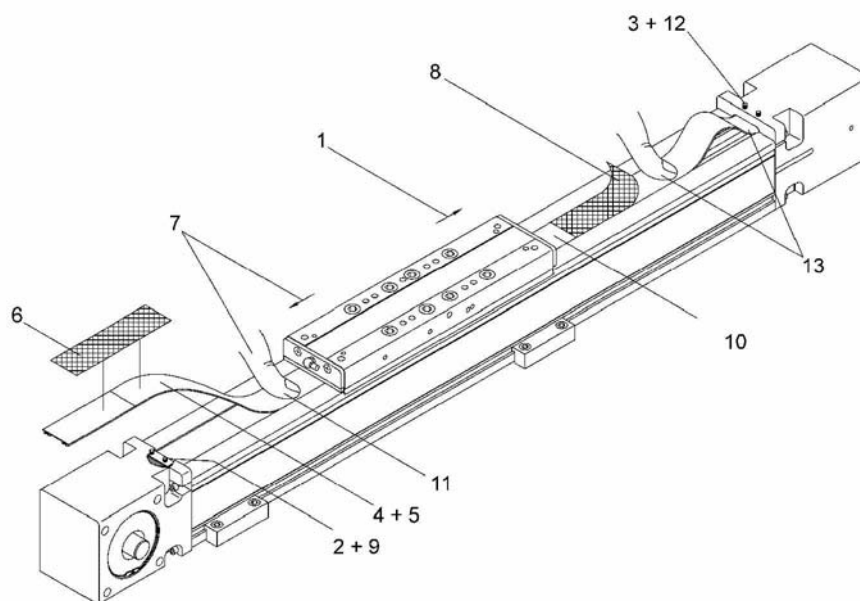

Fig. 8:
1. **Figure 8 :** amener le chariot dans sa position finale arrière (côté palier libre).